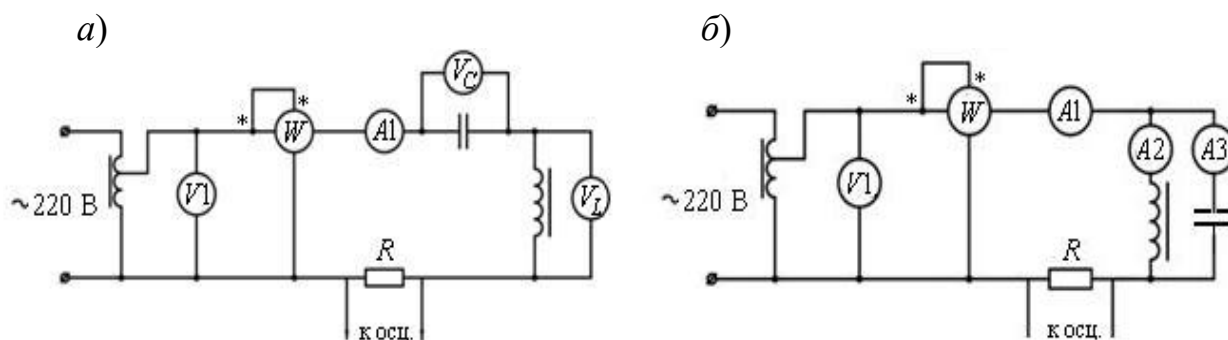

Рисунок 15.2 – Схемы для исследования феррорезонанса напряжения (а) и феррорезонанса тока (б)
15.3.3 Определить экспериментальную зависимость $U_1 = f(x)$ при последовательном соединении нелинейной индуктивности $L7$ и конденсатора. Для этого необходимо собрать цепь по схеме (рисунок 15.2, а). Увеличивая напряжение U_1 на входе от нулевого значения, отметить значение напряжения U_B , при котором наступает скачкообразное увеличение тока от I_B до I_D . Затем, постепенно уменьшая напряжение U от максимального значения, определить U_1 , при котором наступает скачкообразное уменьшение тока.
15.3.4 Собрать цепь по схеме (рисунок 15.2, б) из элементов предыдущей схемы. При той же самой расчетной емкости, изменяя от нуля подводимое напряжение U_1 , произвести измерения U_1 , I , I_L , I_C , P . Данные измерений занести в таблицу 15.3.